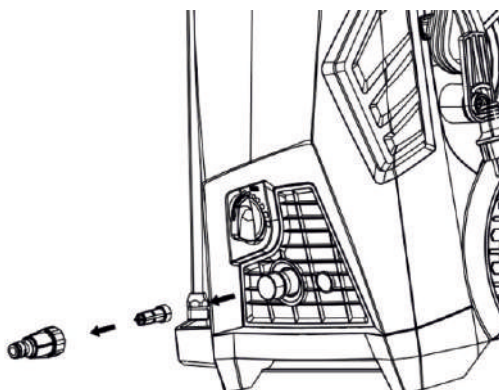

Рис. 5
4. Установите разъем шланга высокого давления на резьбовой штуцер подачи воды на передней части корпуса мойки (рисунок 5).